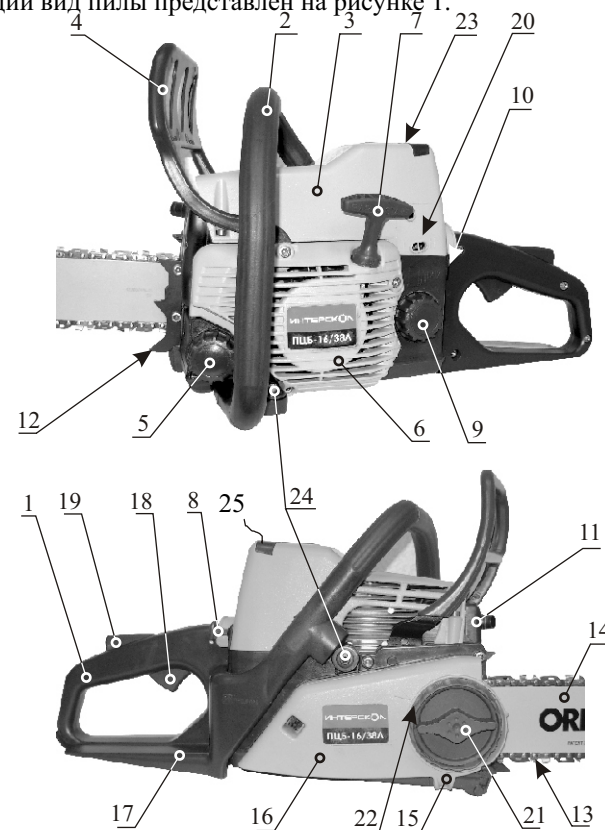

Рис. 1
–проверять цепь и шину, а также полость под крышкой 16 сцепления пилы (рис.1);